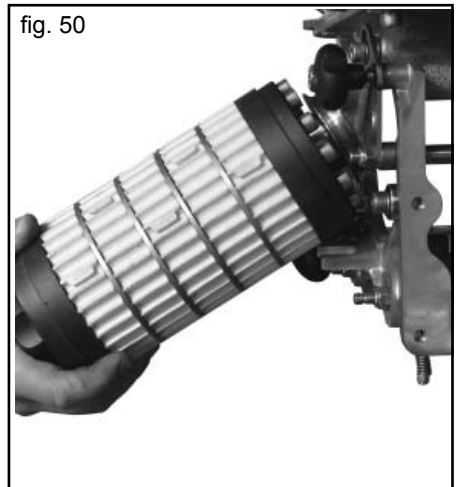

fig. 50
- 2) Handrad weit loesen oder ganz abschrauben. (Fig.50).